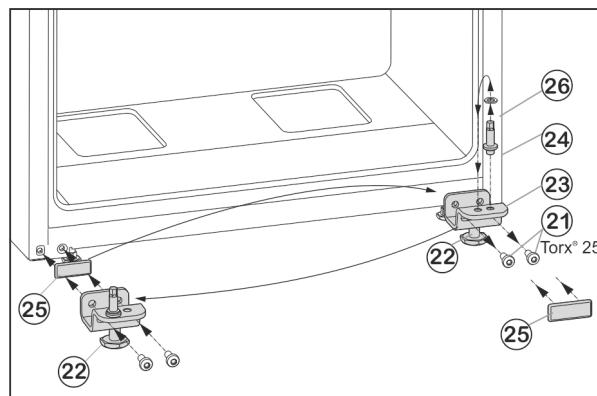

Fig. 9
- ▶ Bevestigingsschroeven Fig. 9 (21) losschroeven.
- ▶ Onderste scharnierplaat Fig. 9 (23) volledig met scharnierbouten Fig. 9 (24), schijf Fig. 9 (26) en stelvoet Fig. 9 (22), verwijderen.
- ▶ Scharnierbouten Fig. 9 (24) volledig met schijf Fig. 9 (26) losschroeven, terugplaatsen in het tegenoverliggende opnamegat van de scharnierplaat en weer vastschroeven.
- ▶ Afdekplaat Fig. 9 (25) voorzichtig verwijderen en terugplaatsen op de andere zijde.
- ▶ Onderste scharnierplaat Fig. 9 (23) volledig met scharnierbouten Fig. 9 (24), schijf Fig. 9 (26) en stelvoet Fig. 9 (22) weer op de nieuwe scharnierzijde evt. met behulp van een accuboormachine **vastschroeven (met 4 Nm)**.
- ▶ Deur van bovenaf op de scharnierbouten Fig. 9 (24) plaatsen.
- ▶ Stelvoet Fig. 9 (22) uit de onderste scharnierplaat Fig. 9 (23) draaien totdat deze op de grond ligt.